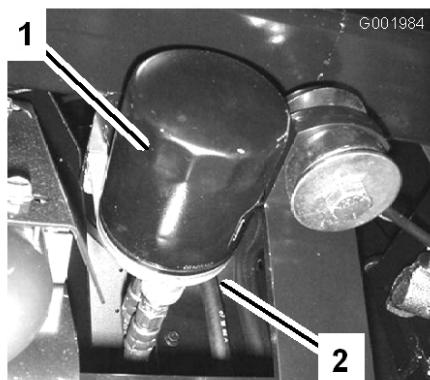

Figura 48
2. Togliete il filtro dell'olio (Figura 48).
5. Montate il nuovo filtro dell'olio sull'adattatore. Girate il filtro in senso orario finché la guarnizione di gomma non tocca l'adattatore, quindi serrate il filtro di un altro mezzo giro (Figura 48).